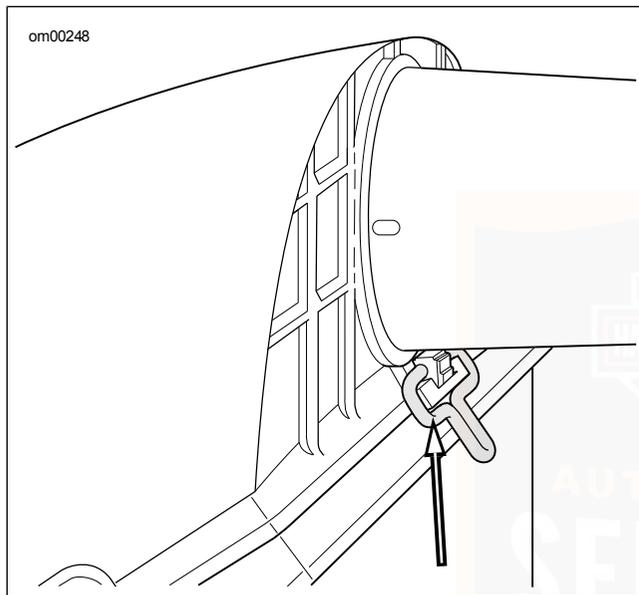

Abbildung 41. Vorderer Luftfiltergehäuseclip
11. Siehe Abbildung 41. Der vordere Clip unter dem Schnorchel wird am Luftfiltergehäuse-Oberteil befestigt. Den Clip über der Lippe an der Unterseite des Luftfiltergehäuses anbringen.